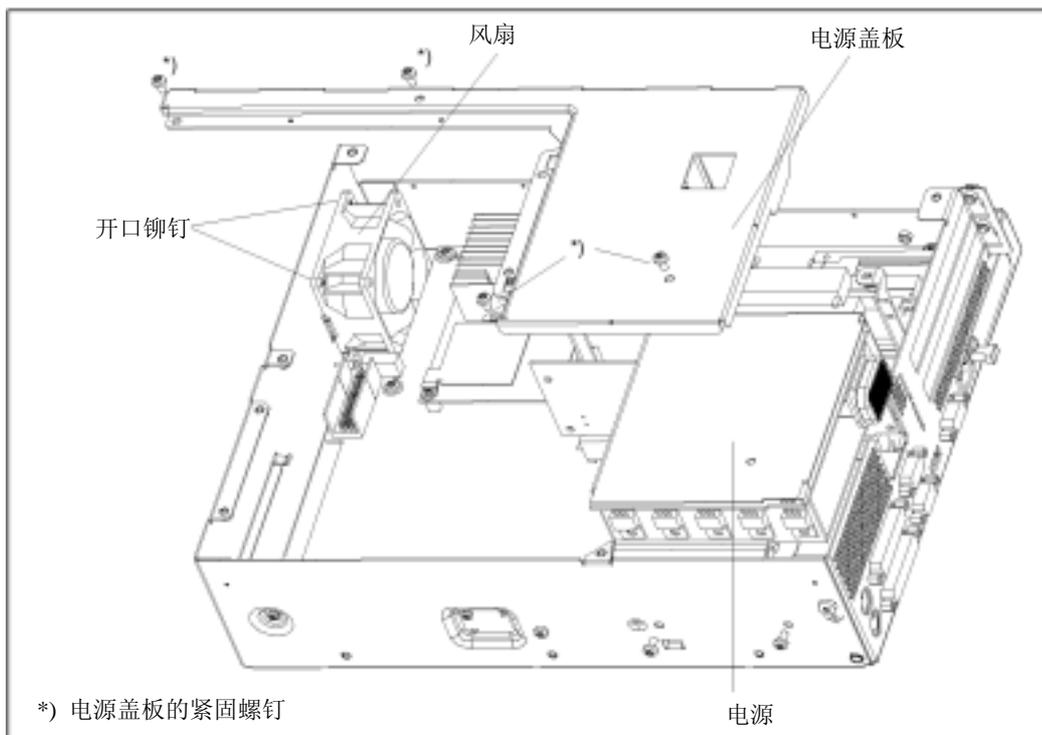

图 11-10 安装/拆卸电源
5. 拔出两个开口铆钉，然后再取出空心铆钉（参见图 11-10， 11-11 和 11-18）。